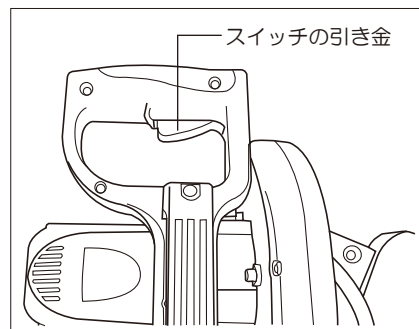

図31
- スイッチの引き金を引くとノコ刃が回転します。引き金を離すと回転が止まります。(図31参照)